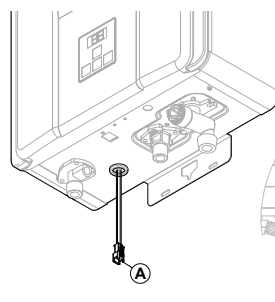

Fig. 1
3. Pasar suficiente cable a través del pasacable de goma del envoltorio (Fig. 1); conectar el terminal al circuito electrónico y fijarlo a la brida © (Fig. 2);